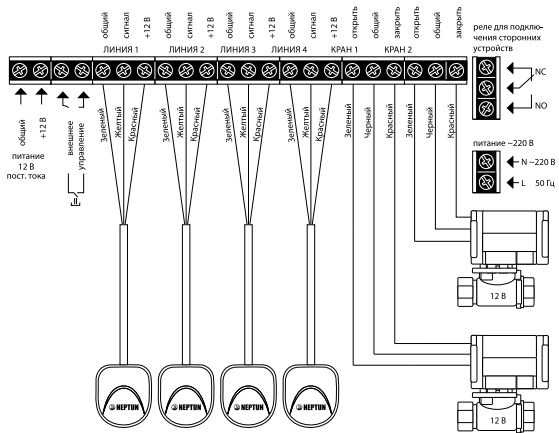

Рис. 3. Схема подключения кранов шаровых с электроприводом серии HC 12 В к модулю управления Neptun ProW
Модуль управления Neptun ProW имеет (см. рис. 3 на стр. 16):
4. Выполните соединение проводов в соответствии со схемой подключения, в зависимости от того, какие шаровые краны с электроприводом вы используете (рис. 3, 4 или 5). При необходимости, для ввода проводов в коммутационный отсек удалите пластиковую заглушку, расположенную в нижней части корпуса прибора при помощи отвёртки.
- К модулю управления Neptun ProW подвести фазу и ноль согласно схеме подключения (рис. 3, 4 и 5), которая изображена на внутренней стороне крышки прибора.